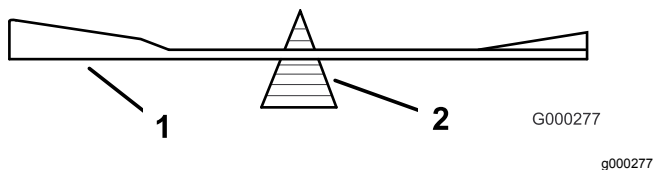

Figura 96
2. Verifique o equilíbrio da lâmina colocando-a num equilibrador de lâminas (Figura 96).